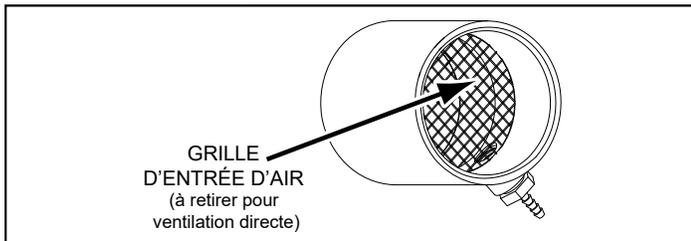

Figure 18. Grille d'admission d'air
13. S'assurer que la grille d'admission d'air sur le connecteur d'admission d'air du chauffe-eau est retirée avant de raccorder le tuyau d'admission d'air au chauffe-eau. Voir *Figure 18* (page 25).